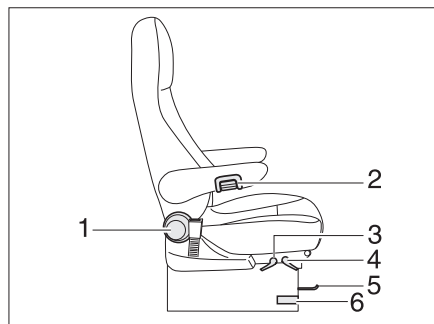

Fig. 90 Siège conducteur et siège passager
- Presser ou tirer sur le levier pour faire pivoter le siège (Fig. 90,6). Le siège est libéré du dispositif de blocage.